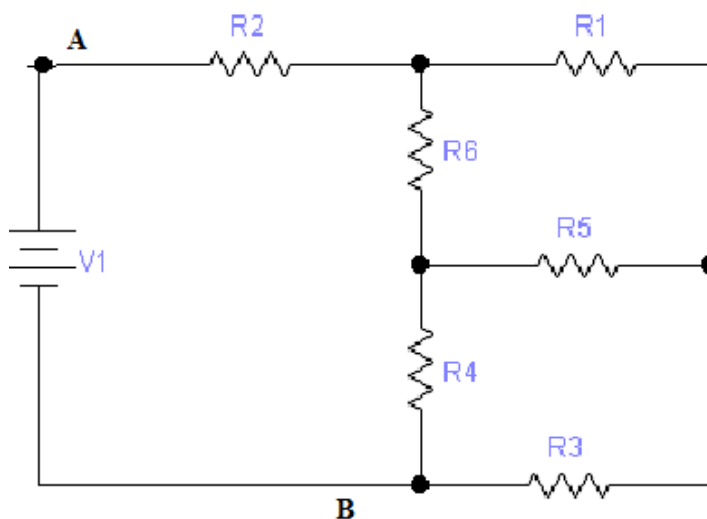

Figura 2. Circuito puente
1. Implemente el circuito de la **Figura 2** utilizando resistencias menores a 1000 Ω . Anote en la **Tabla 1** los valores de las resistencias. Sin que circule corriente mida la resistencia total del circuito entre los puntos A y B. y anótelos como la resistencia total R_t .